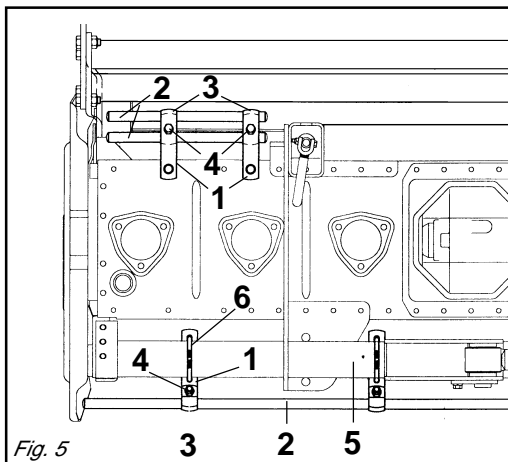

Fig. 5
- Il gruppo delle protezioni, composto dall'attacco (1 Fig. 5) che fa da fermo per i tubi (2 Fig. 5) bloccati dalla staffa (3 Fig. 5) e dalle viti (4 Fig. 5), è fissato al tubo quadro anteriore (5 Fig. 5) mediante i cavallotti (6 Fig. 5), e va posizionato uno a destra e uno a sinistra.
- The protection unit, consisting of the coupling (1 Fig. 5) that acts as a clamp for the pipes (2 Fig. 5) locked by the bracket (3 Fig. 5) and by the screws (4 Fig. 5), is fixed to the square front pipe (5 Fig. 5) by the U-bolts (6 Fig. 5) and should be positioned one on the right and the other on the left.
- Die Gruppe der Schutzvorrichtungen, die sich aus dem Anschluß (1 Abb. 5), der zur Arretierung für die Rohre (2 Abb. 5) dient, die durch den Bügel (3 Abb. 5) blockiert werden, und den Schrauben (4 Abb. 5) zusammensetzt, wird am vorderen Vierkantröhr (5 Abb. 5) mit den U-Bolzen (6 Abb. 5) befestigt. Eine davon ist rechts und eine links.
- Le groupe des protections, comprenant l'attelage (1 Fig. 5) qui sert de butée pour les tubes (2 Fig. 5) bloqués par la bride (3 Fig. 5) et par les vis (4 Fig. 5), est fixé au tube carré avant (5 Fig. 5) par des crampons (6 Fig. 5). Positionner une protection à droite et une à gauche.
- El grupo de las protecciones, compuesto por la conexión (1 Fig. 5) que funciona como bloqueo de los tubos (2 Fig. 5) bloqueados a su vez por el soporte (3 Fig. 5) y por los tornillos (4 Fig. 5), está fijado en el tubo cuadrado anterior (5 Fig. 5) mediante los pernos de U (6 Fig. 5) y debe ser emplazado uno a la derecha y uno a la izquierda.